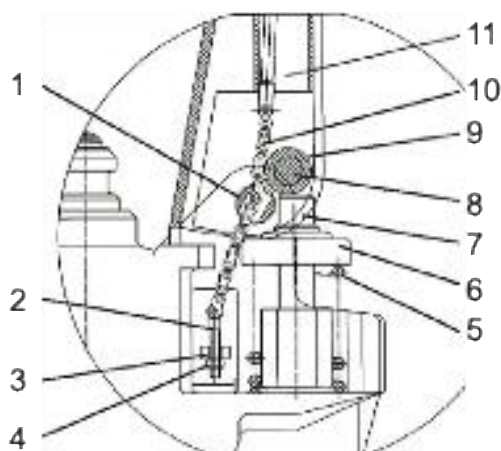

Fig. 7 Vue latérale
- b) Amenez le levier de commande sur la position « LOWER » (abaisser) puis faites passer avec votre main l'écrou et la vis de réglage par le trou de l'essieu (Fig. 7).